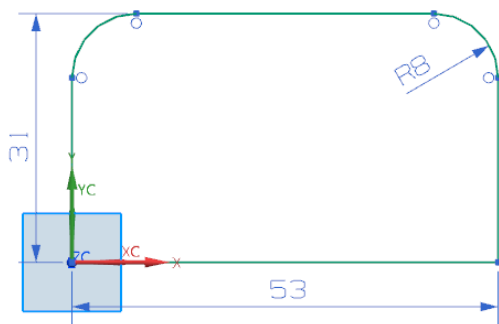

图 4-5 绘制基本突出块特征轮廓草图
(2) 在“突出块”对话框中单击, 绘制基本突出块特征轮廓草图, 如图 4-5 所示。单击“完成”, 草图绘制完毕。